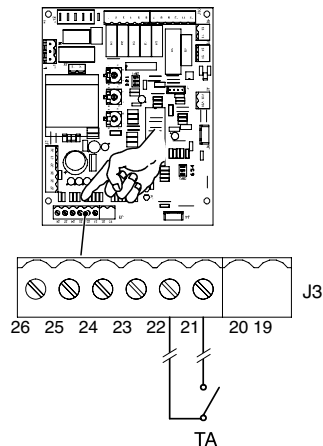

Figura 5.20
Collegare il termostato ambiente nel connettore J3 come indicato in Figura 5.20: TA zona AT nei morsetti 21-22
- Collegare i termostati ambiente nel connettore J3 come indicato in Figura 5.20 e rispettivamente: